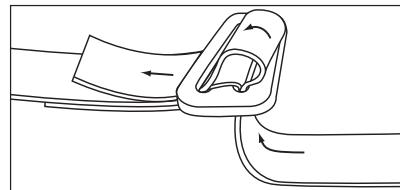

**Figura 9** Cómo abrochar una hebilla de conexión rápida
**PASO 5 (figura 5F)** Abroche la correa pectoral introduciendo la lengüeta de la hebilla en el receptor de la hebilla de enganche rápido (figura 9). La correa pectoral debe quedar 15 cm por debajo de la parte superior de los hombros.